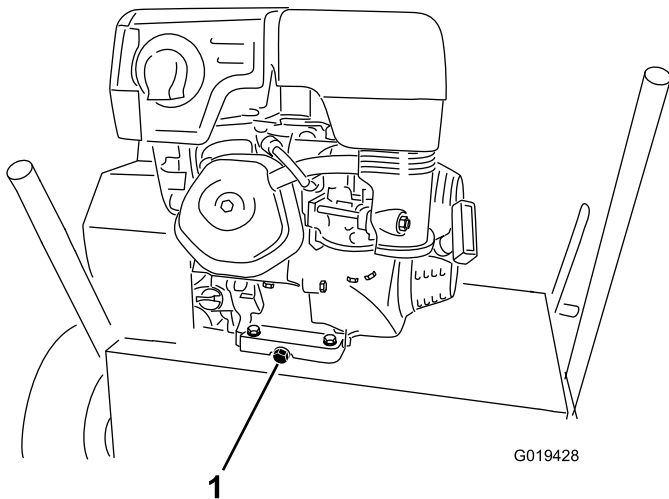

Figura 15
4. Retire el tapón de vaciado (Figura 15).